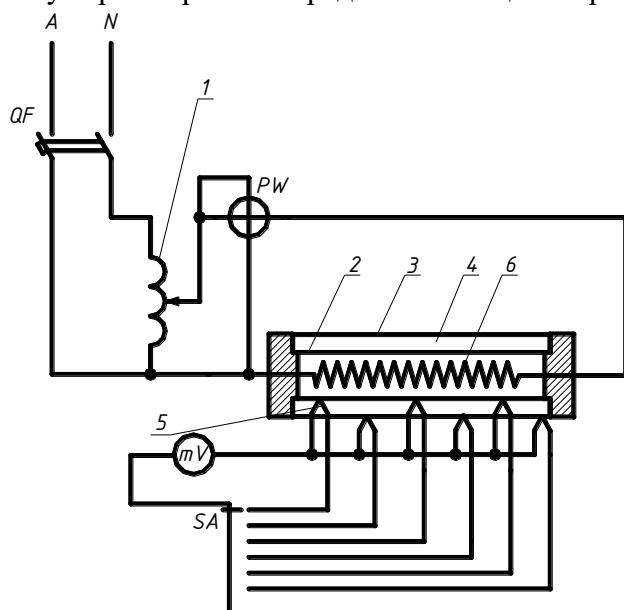

Рисунок 2 – Установка для определения коэффициента теплопроводности
Исследуемый материал 4 (рисунок 2) (кварцевый песок) находится, в пространстве между трубами 2 и 3. Во внутренней трубе расположен электронагреватель 6, тепловой поток от которого передается через, внутреннюю трубу, слой материала и наружную трубу в окружающую среду. При установившемся (стационарном) режиме через каждый слой проходит одно и то же количество теплоты, которое определяют по показаниям ваттметра. Потребляемая мощность регулируется регулятором напряжения 1. Благодаря хорошему контакту сыпучего материала с трубами, можно считать, что соприкасающиеся поверхности материала и труб имеют одинаковую температуру, которая измеряется с помощью хромель-алюмелевых термопар 5, зачеканенных в поверхности труб.
- 3 Рисунок 2 и таблицу 2.